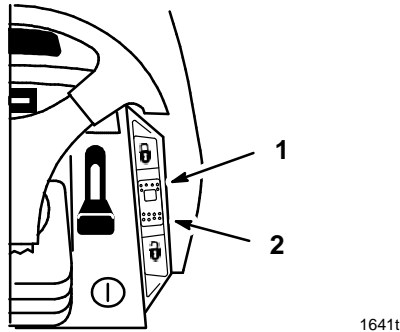

Figure 15
Une commande de vitesse de croisière est disponible en option sur certains modèles. Elle est actionnée par un commutateur à trois positions, verrouillage (à ressort), marche, et déverrouillage (Fig. 15), sur le tableau de bord. La commande de vitesse de croisière maintient la position de la commande de traction sans pression du pied. Elle est destinée uniquement à la marche avant. Ne pas l’utiliser en marche arrière.
1. Conduire le tracteur en marche avant à la vitesse souhaitée, voir Marche avant ou arrière, page 19. Sans modifier la pression du pied sur la pédale de traction, pousser le commutateur de vitesse de croisière (Fig. 15) en position de verrouillage.
1. Maintenir du pied une pression constante sur la pédale de traction, et mettre le commutateur de vitesse de croisière (Fig. 15) en position déverrouillée.